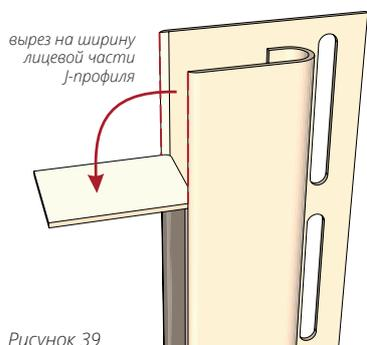

Рисунок 39
**14.3** Для соединения двух профилей под углом  $90^\circ$  – вариант №2. Сделайте подрез J-профиля который должен монтироваться верхним согласно рис. 39.